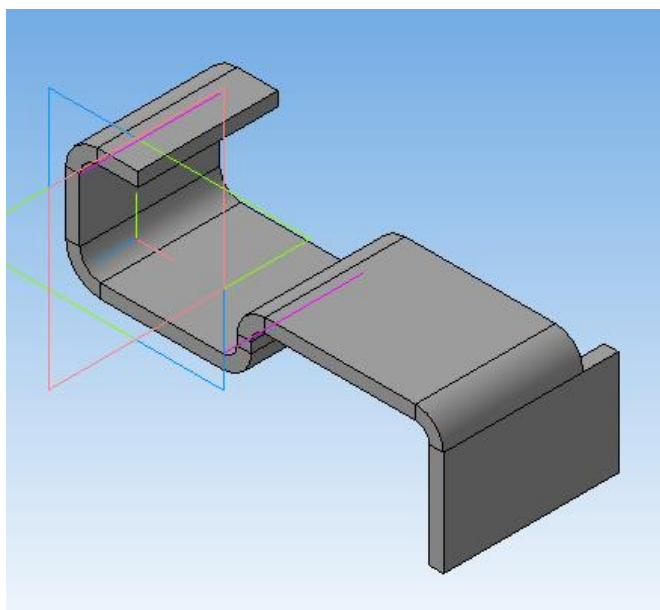

Рисунок 43.
5. Нажать «Создать объект», система выполнит сгиб в подсечке (рисунок 43).